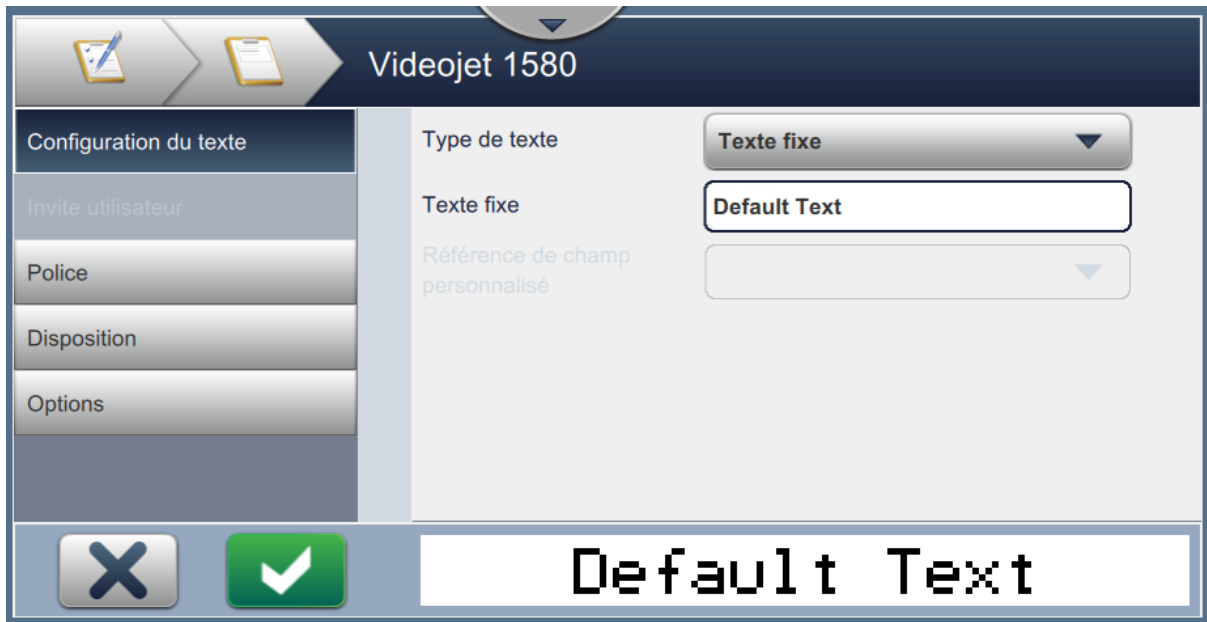

Figure 5-5 : Écran des paramètres de champ
8. Modifiez les paramètres souhaités dans l'écran des paramètres du champ sélectionné, tel qu'illustré dans la Figure 5-5. Appuyez sur le bouton  afin d'enregistrer le format requis pour le champ.